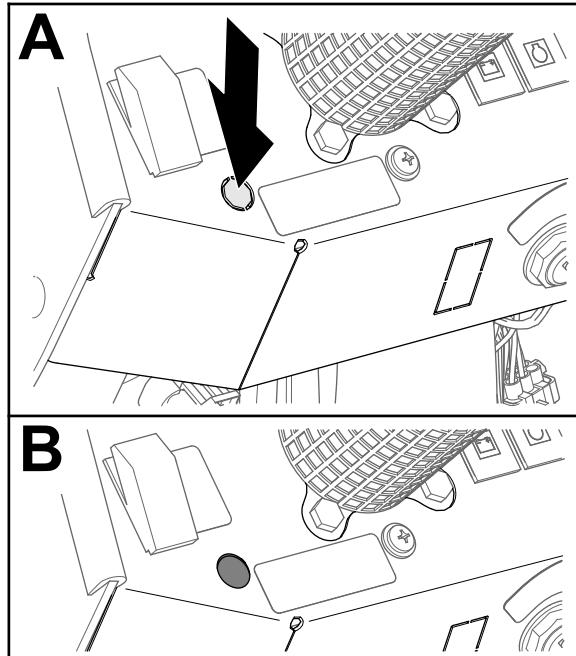

Figure 24
1. Enlevez la partie prédécoupée ronde sur la planche de bord comme montré à la Figure 24.